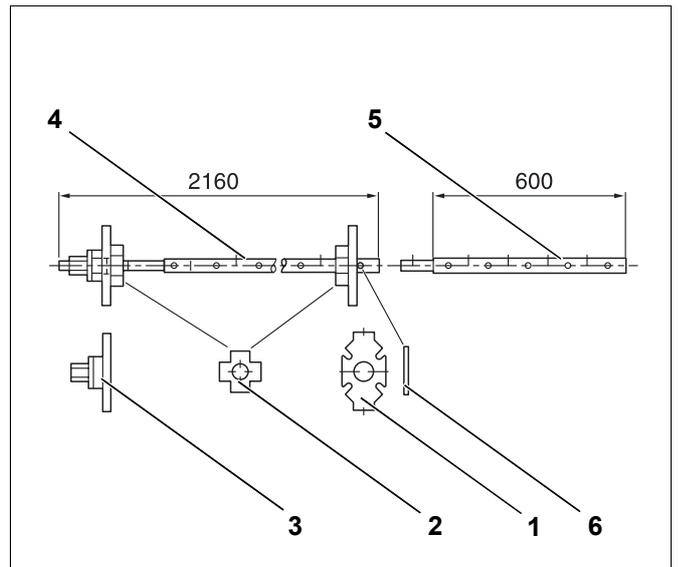
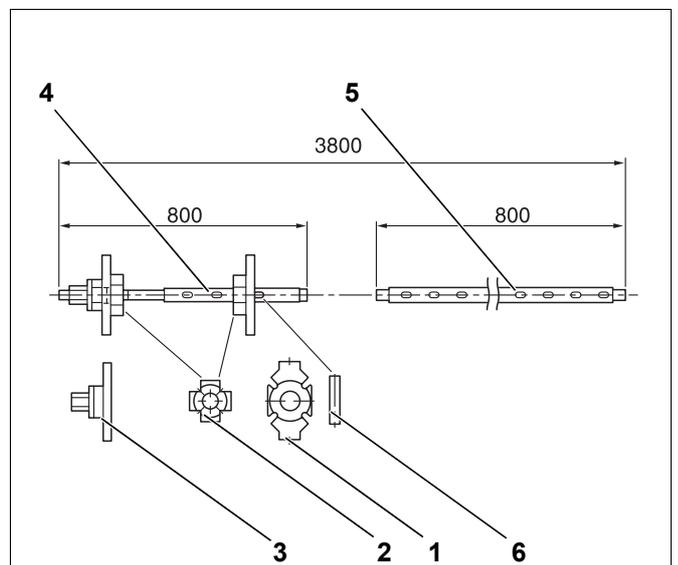

Bild 4 Kesselpresswerkzeug Größe 2.2 (Maße in mm)
Bild 5 Kesselpresswerkzeug Größe 2.3 (Maße in mm)
- Kesselpresswerkzeug 2.2 (Bild 4, Seite 13) oder 2.3 (Bild 5, Seite 13)